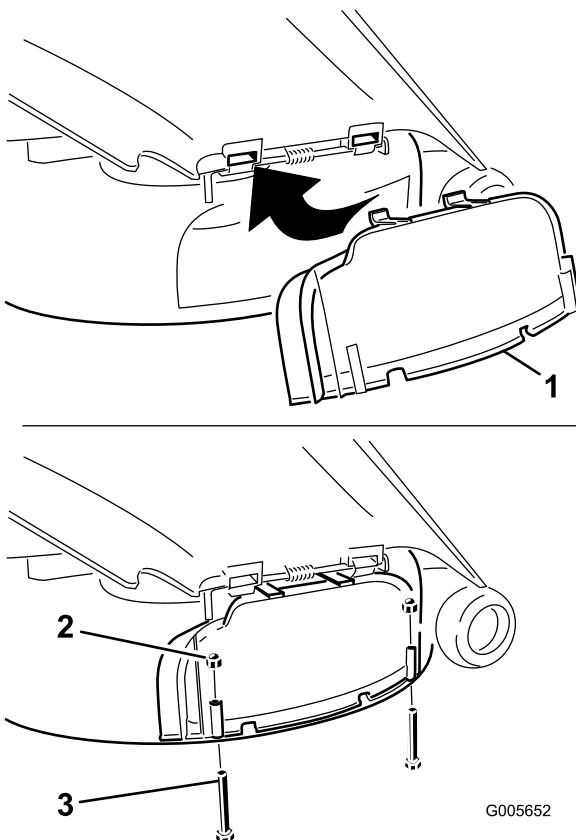

Figura 30
- Eleve el deflector de hierba y deslice las escuadras de la parte superior de la tapa de descarga debajo de la varilla de retención del deflector de hierba. Gire hacia abajo la tapa de descarga sobre el orificio, hasta que descansen sobre el borde inferior del cortacésped (Figura 30).
- 4. Sujete la tapa de descarga al borde inferior del cortacésped con dos pernos (1/4 x 2-1/2 pulgadas) y dos tuercas ciegas (1/4 pulgada) según se muestra en Figura 30.